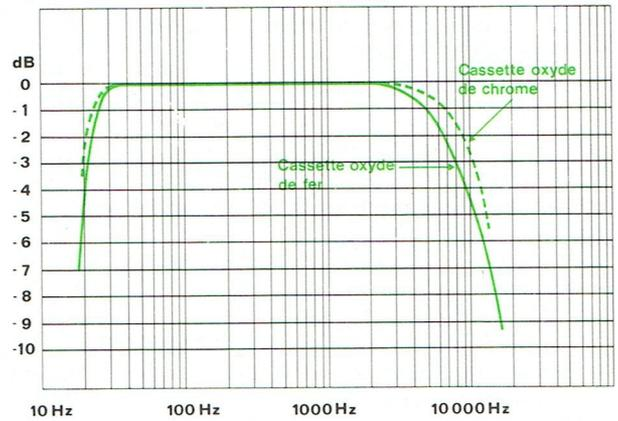

Fig. 25
- Relever les tensions aux autres fréquences de mesures. La figure 25 vous donne l'allure de la courbe de réponse.